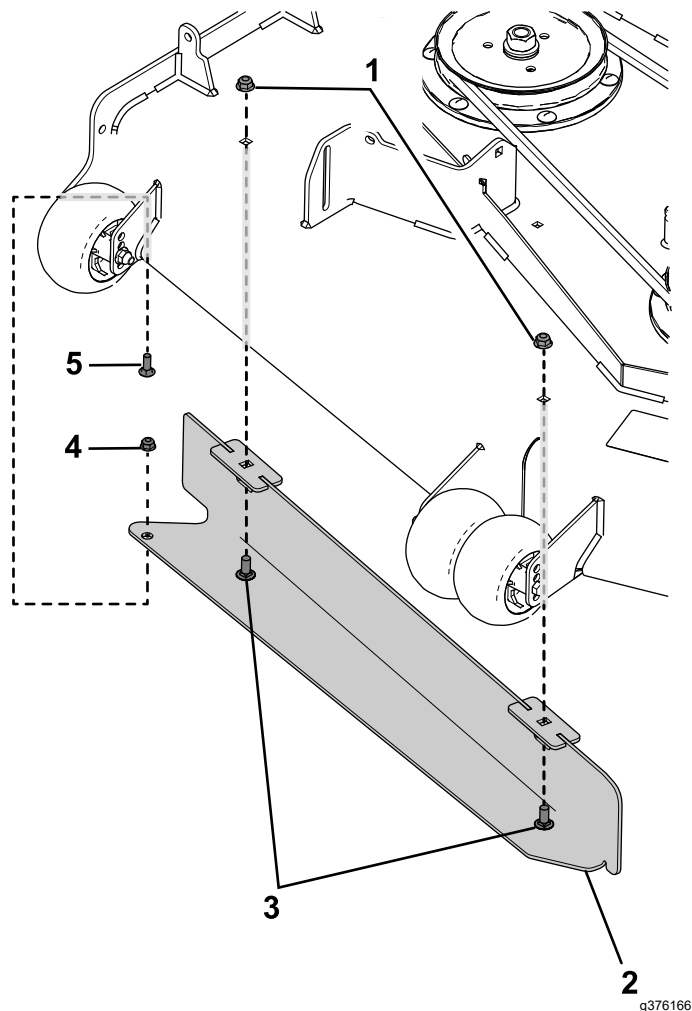
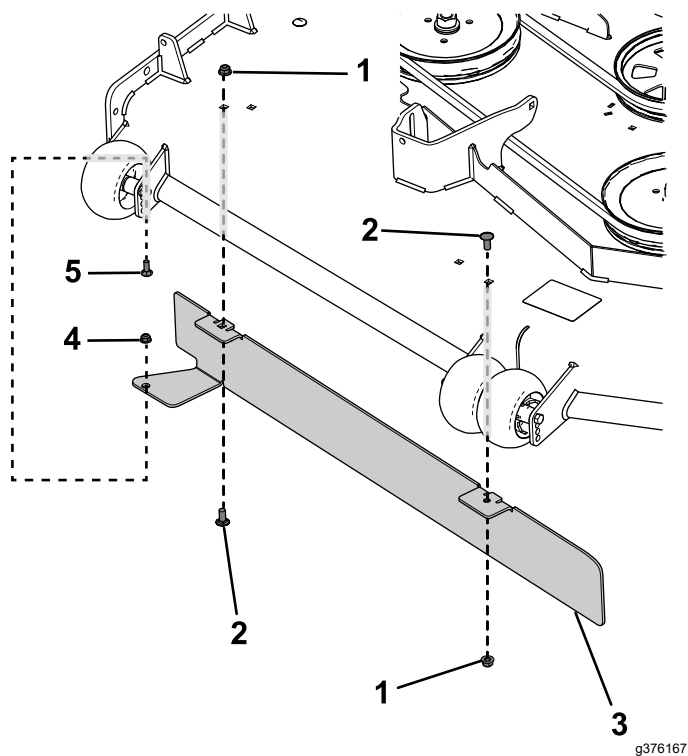

Figura 28
Figura 29
2. Instale el deflector usando el perno de cuello cuadrado (5/16" x 7/8"), la tuerca con arandela prensada (5/16"), 2 pernos de cuello cuadrado (3/8" x 7/8") y 2 tuercas con arandela prensada (3/8"), como se muestra en la Figura 28 y la Figura 29.